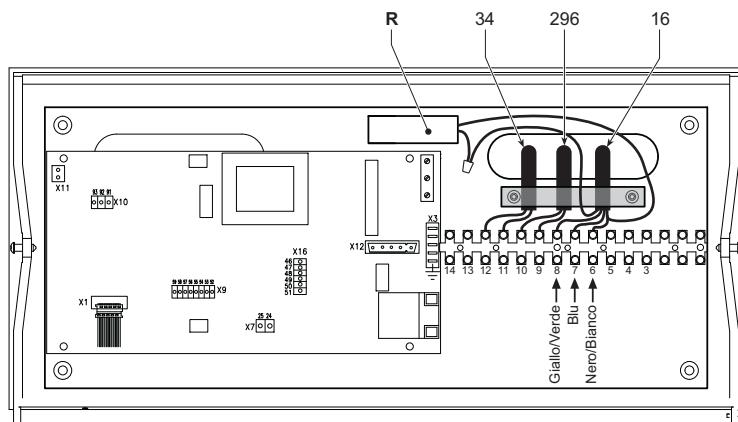

fig. 5 - Raccordement au bornier
3. Relier le câble ventilateur au bornier en respectant les couleurs indiquées sur fig. 5 et fixer le condenseur "R" avec le collier adhésif spécial.
4. Relier le câble du micro-interrupteur "C" aux bornes comme indiqué sur fig. 5.